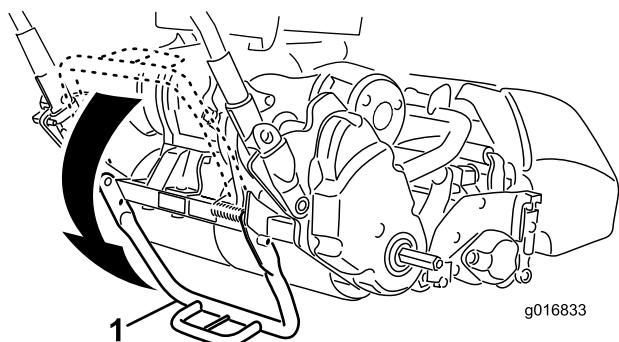

Рисунок 7
- Нажмите вниз ногой **на середину откидной ножки** и тяните за нижнюю среднюю рукоятку машины до поворота откидной ножки вокруг центральной части (Рисунок 7).